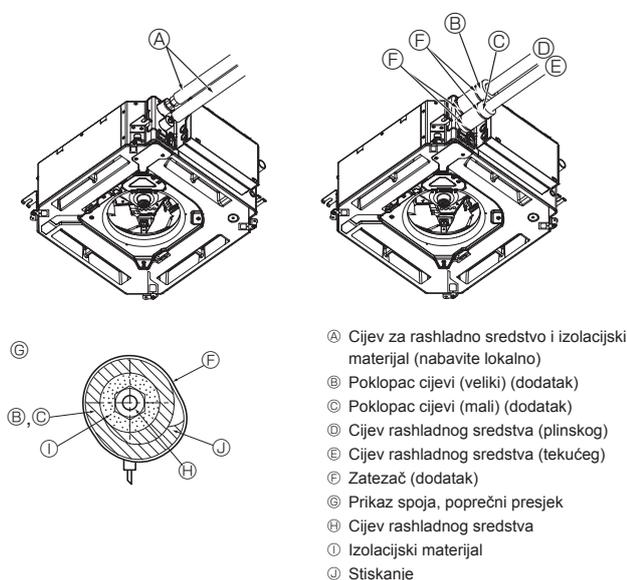

Fig. 5-8
5.5. Spajanje cijevi (Fig. 5-8)